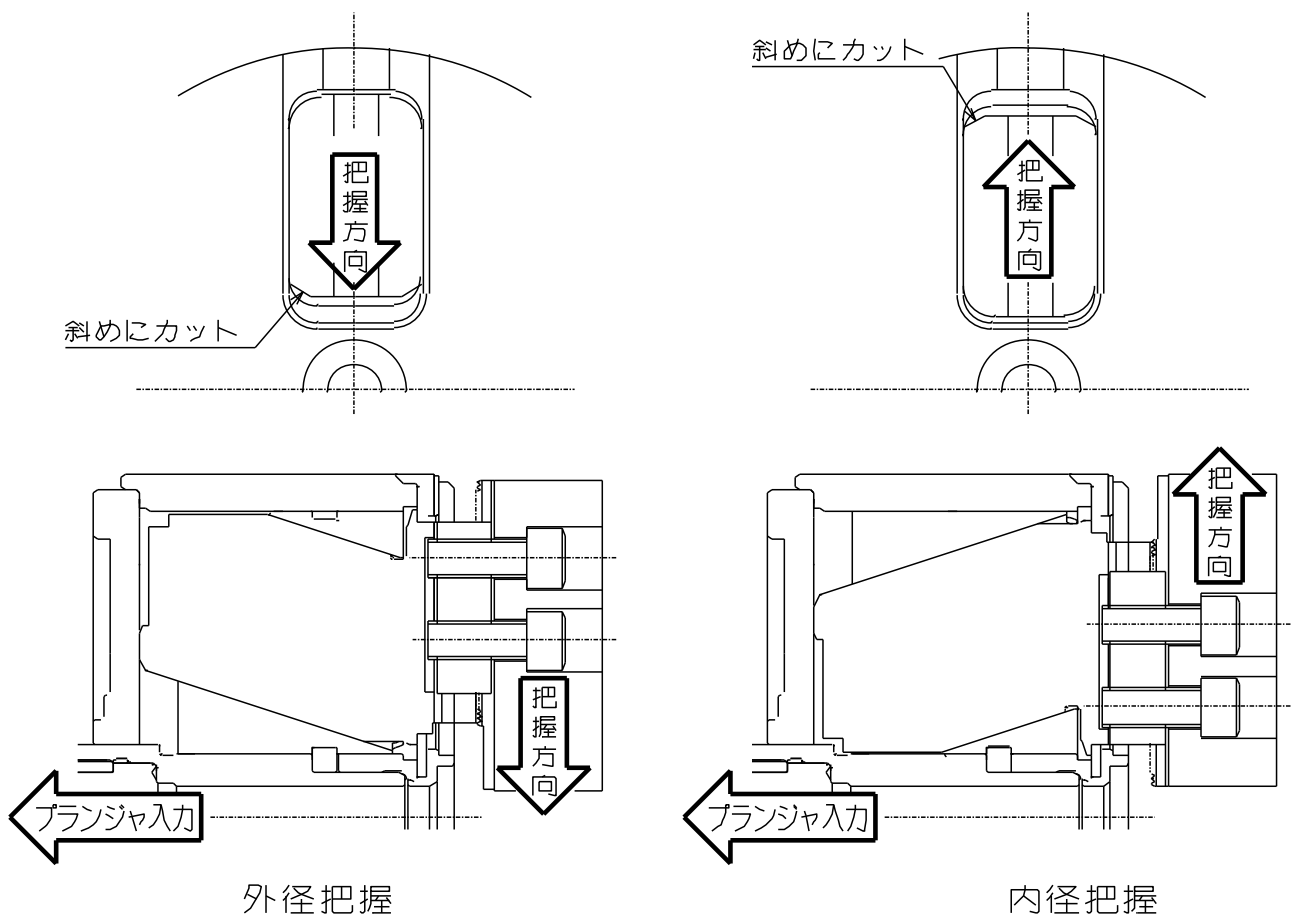

図 22
- DLチャックで工作物を把握する際のプランジャへの入力、押し側で使用することはできません。外径把握、内径把握にかかわらず引側で使用する必要があります。外径把握と内径把握ではマスタジョーの向きが反対であるため、切換作業を行う必要があります。(図 22) この作業はチャックをスピンドルに取付けたままで可能です。